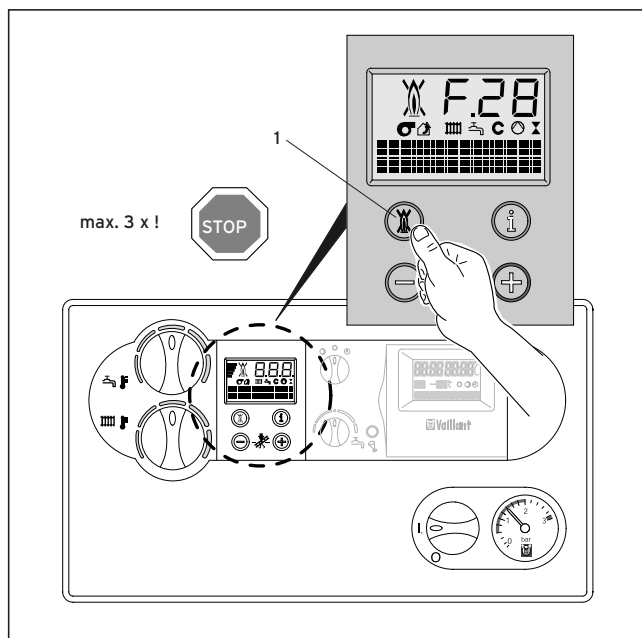

Fig. 3.10: Eliminazione anomalia
- In questo caso mantenere premuto il pulsante di sblocco (1) per ca. 1 secondo (fig. 3.10)